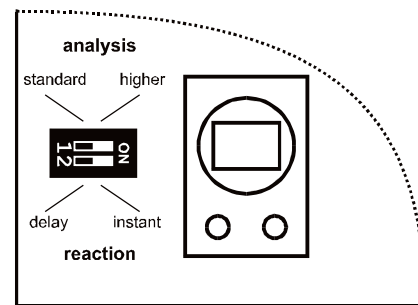

Fig.10
- D. Selezionate una reazione istantanea o ritardata del sistema per l'innesco del rilevatore utilizzando DIP SW 2 (vedi fig. 10)